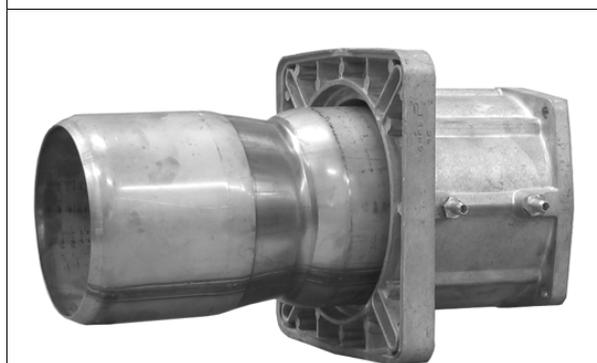

Fig. 6 - Embout en version courte
- 4 Retirez la buse de la buse à collerette et remontez-la sur le côté opposé, comme indiqué sur les Fig. 6 et Fig. 7, en la fixant à l'aide des vis retirées précédemment (Fig. 8).